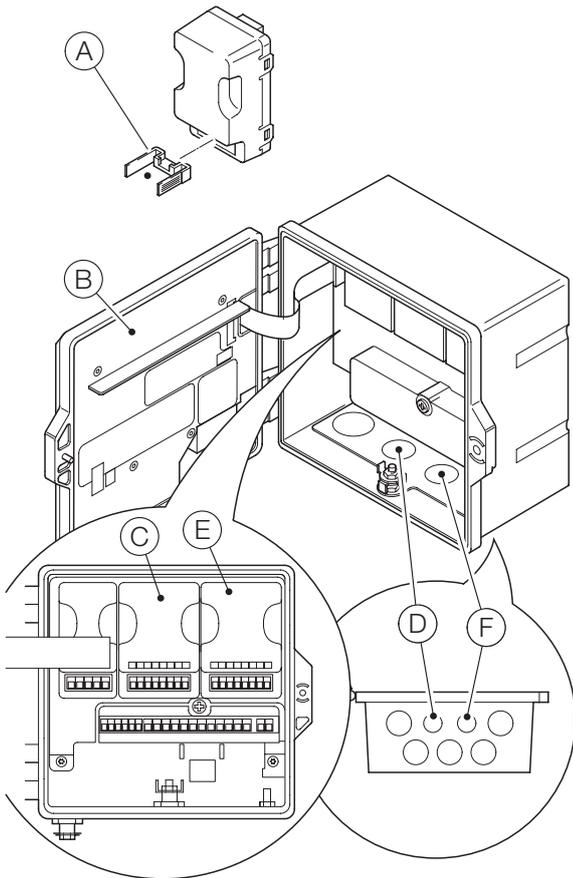

图 13 EZLink 模块位置和 EZLink 电缆进线口
请参阅图 13:
- 7 将对齐耳片 (I) 插入压盖板槽 (K) (对于塑料壳版本) 或插入铸槽 (对于金属壳版本)。
- 8 将 EZLink 连接器本体 (L) 完全插入电缆进线口, 使用对齐垫圈上的平面对齐连接器本体 (参见图 13)。
- 9 将后螺母 (J) 拧到连接器本体上, 并用扳手拧紧。